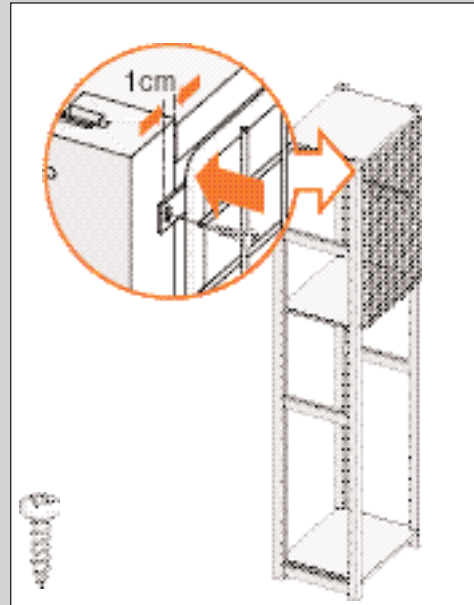

ABBILDUNG 29
1. Schrauben Sie die Laschen oben an der Drahrückwand im Abstand von 1 cm ab Innenseite des Ständers fest. Die Drahrückwand muss oben Berührung mit der Unterkante des oberen Fachbodens haben (siehe Abb. 29).